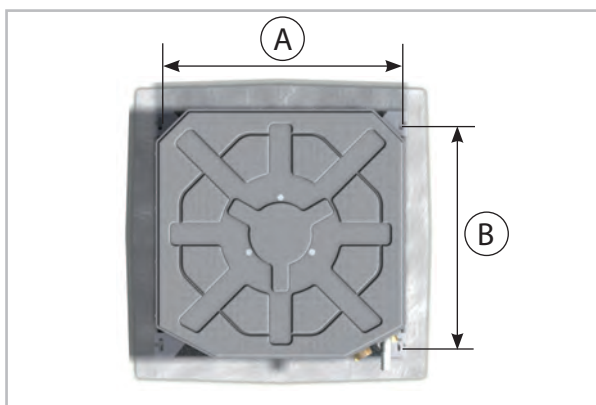

Fig. 23: Suspendre l'appareil
1. En fonction des dimensions de la cassette de plafond installée, marquez les points de fixation des tiges filetées sur les parties du bâtiment statiques et au-dessus du faux plafond (Voir la Fig. 23).